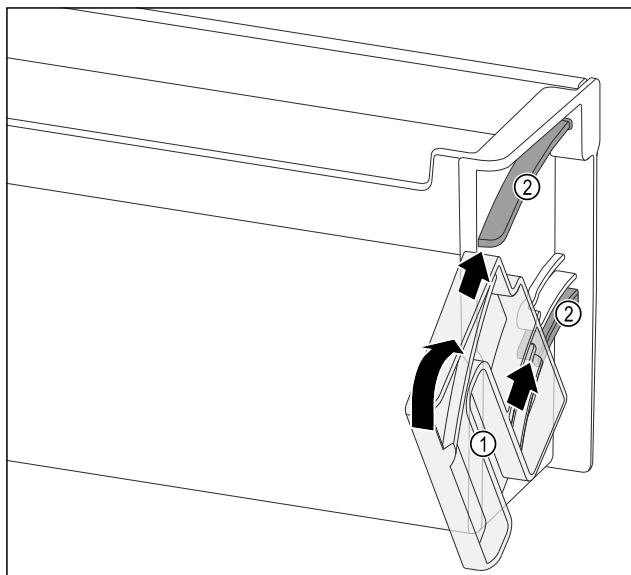

Fig. 100
- Позиционирайте завъртащото устройство Fig. 100 (1) така, че прорезите да са точно срещу направляващите канали Fig. 100 (2) на рафта на вратата.
- Завъртете завъртащото устройство Fig. 100 (1) в показаната посока.